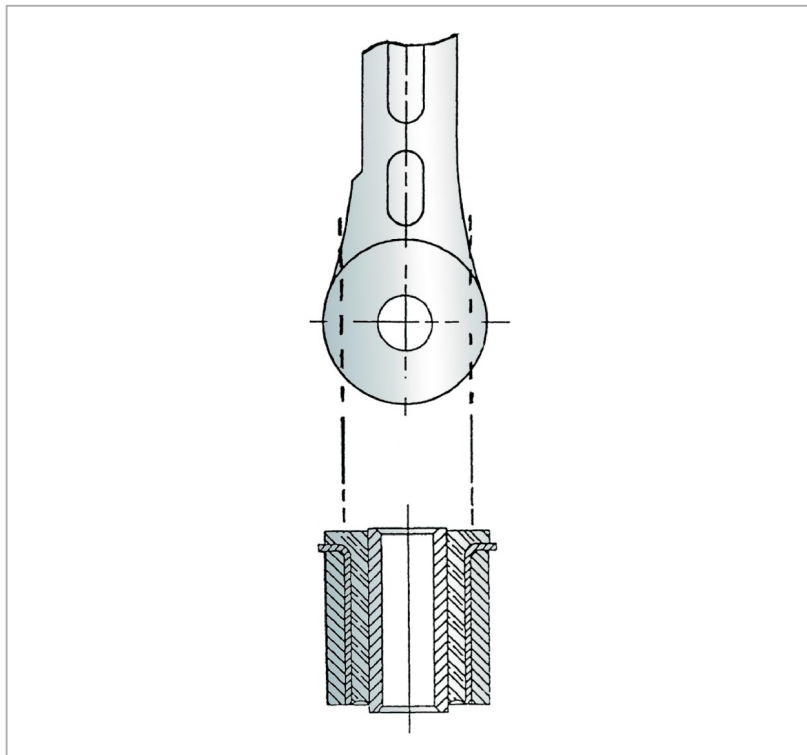

图5-16 下叉形臂衬套的拆装
14. 用钢锯小心地把下三角摆臂套管两侧的金属翻边锯掉（如图5-16所示），不要损坏到摆臂，这样的话，这样的话摆臂就可以压在适当的压床中间。用专用工具（FX 4199）把下摆臂套管推出来。